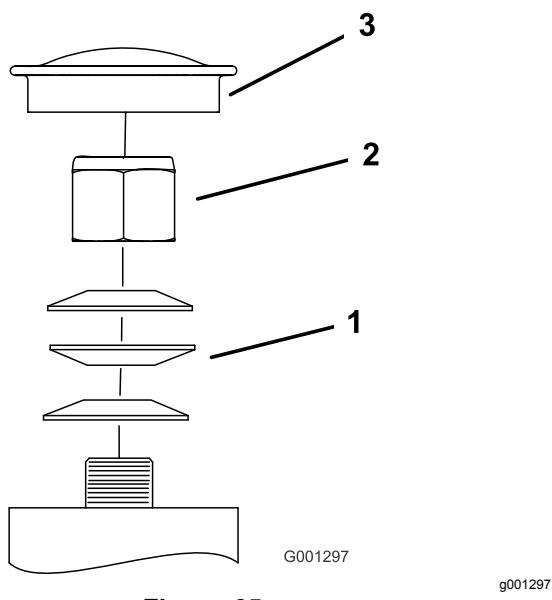

Figure 65
3. Retirez le couvre-moyeu de la roue pivotante et serrez le contre-écrou (Figure 65).
4. Continuez de serrer le contre-écrou jusqu'à ce que les rondelles élastiques soient aplatis, puis desserrez-le d'un quart de tour pour obtenir la précharge correcte des roulements (Figure 65).
Important: Veillez à placer les rondelles élastiques comme montré à la Figure 65.
5. Reposez le couvre-moyeu (Figure 65).